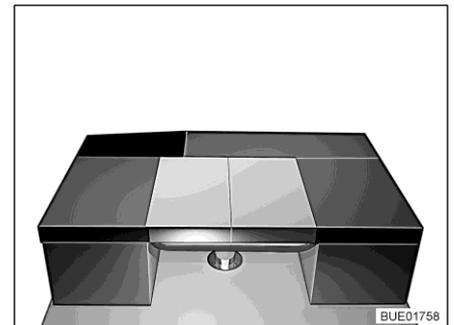

Bild 167 Nach dem Umbau
- Das Rückenpolster der seitlichen Sitzbank längs auf den Tisch legen (siehe Bild 167).